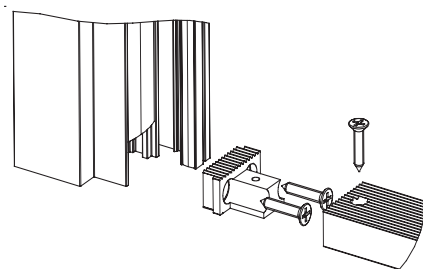

Рисунок 2
4.2 Порог коробки калитки устанавливается (рисунок 2) на пластиковые закладные элементы, закрепляемые к боковым профилям коробки самонарезающими винтами. К закладным элементам порог крепится также самонарезающими винтами, что позволяет производить замену порога в процессе эксплуатации без демонтажа калитки.